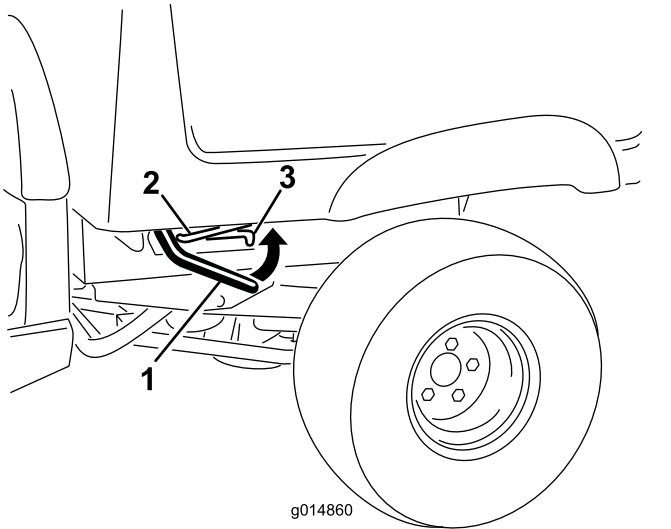

図 3
1. 車両の両側荷台前側の角部近くにあるラッチレバーを持ち上げて、荷台を完全に上昇させる図 3。
2. 荷台が上がったら、支え棒を、車体左側についているスロットの奥までいれて荷台を支える図 3。
8. 車両の両側荷台前側の角部近くにあるラッチレバーを持ち上げる図 3。